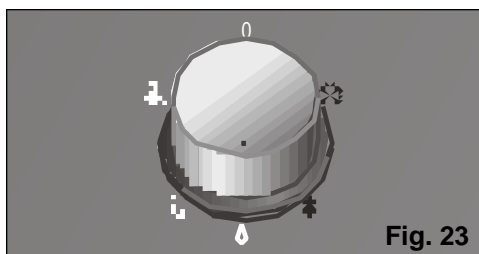

Fig. 23
- Selezionate la funzione di deumidificazione  nel comando selettore di funzioni. Fig. 23.